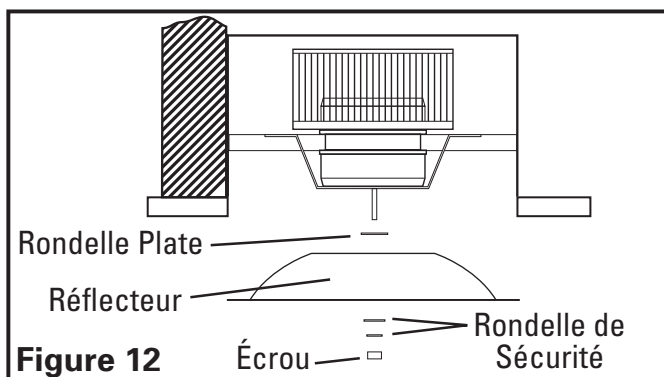

Figure 12
3. Réinstaller le réflecteur de lumière en le fixant en place sur les boulons de montage avec les rondelles, puis le réflecteur, les deux rondelles de sécurité et le boulon du réflecteur. Serrer entièrement le boulon (Figure 12).